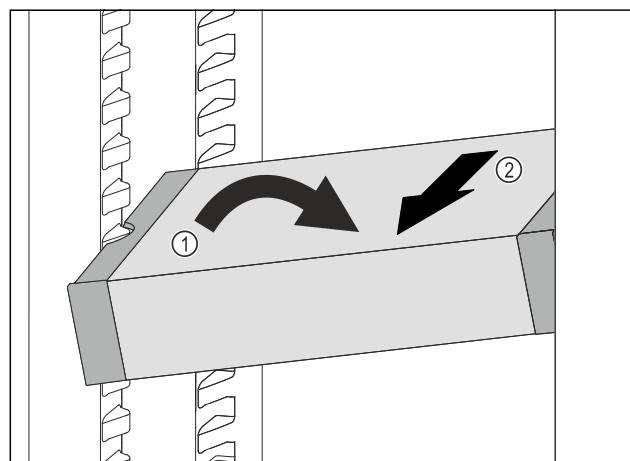

Fig. 133
- Poziționați oblic VarioSafe în frigider. Fig. 133 (1)
- Extrageți VarioSafe spre înație. Fig. 133 (2)